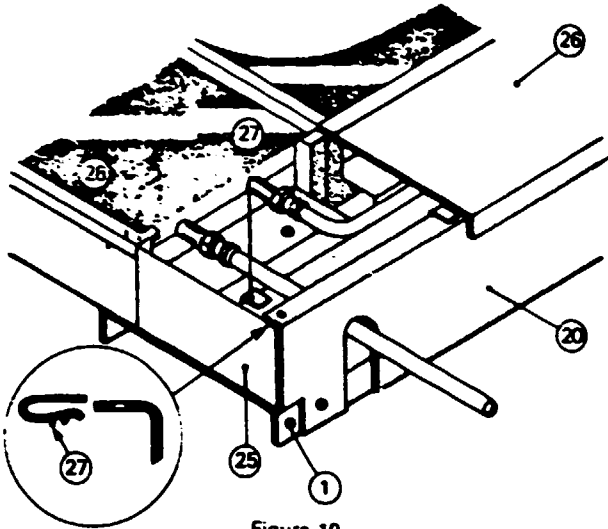

Figure 10
2.71 Coffres d'extrémités normaux (fig. 10)